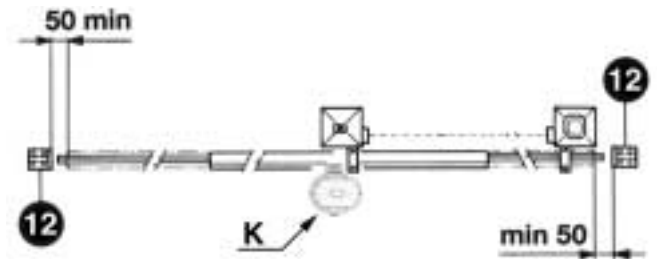

Fig. 2
- Oltre ai finecorsa presenti nell'unità, è necessario che a ciascuna delle due posizioni estreme della corsa sia presente un fermo meccanico fisso che arresti il cancello nel caso di malfunzionamento dei finecorsa. A tal fine il fermo meccanico deve essere dimensionato per sopportare la spinta statica del motore più l'energia cinetica del cancello (12) (Fig. 2).